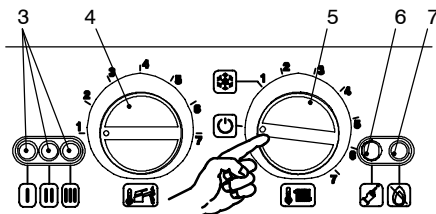
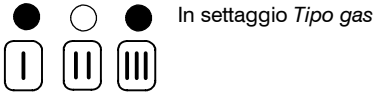
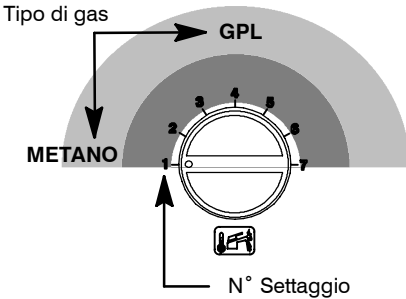
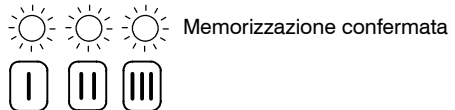

fig. 8.3
fig. 8.5
fig. 8.6
fig. 8.8
- 2 Ruotare il selettore di funzione 5 come in fig. 8.3
- 3 Posizionare il selettore 5 come indicato in fig. 8.3; la lampada di segnalazione 3 lampeggia ad intermittenza circa ogni 4 secondi.
- 5 Tenere premuto il pulsante di ripristino 6 in fig. 8.3 per circa 10 secondi, la lampada di blocco 7 in fig. 8.3 inizierà a lampeggiare.
- Premere il pulsante di ripristino 6 in fig. 8.3 tante volte (4 volte) fino alla visualizzazione delle spie di segnalazione 3 in fig. 8.3 come in fig. 8.5 (leggenda spie fig. 8.2).
Per visualizzare il settaggio impostato tenere premuto il pulsante di ripristino 6 in fig. 8.3 per circa 5 secondi. Le spie di segnalazione 3 in fig. 8.3 lampeggeranno un numero di volte pari al settaggio (fig. 8.6).
- Per cambiare il settaggio ruotare la manopola regolazione temperatura sanitari 4 in fig. 8.3 e posizionarla per il **tipo di gas** prescelto fig. 8.6 (nella figura es. manopola settata per **gas Metano**), la lampada di segnalazione blocco 7 in fig. 8.3 lampeggia velocemente.
- Per memorizzare il settaggio premere il pulsante di ripristino 6 in fig. 8.3 per circa 5 secondi, le spie di segnalazione 3 in fig. 8.3 lampeggiano tutte quante simultaneamente come in fig. 8.8 (leggenda spie fig. 8.2)